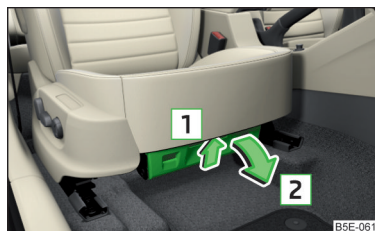

Abb. 86
- Zum **Öffnen** auf den Griff in Pfeilrichtung **1** drücken und das Fach in Pfeilrichtung **2** aufklappen » Abb. 86.